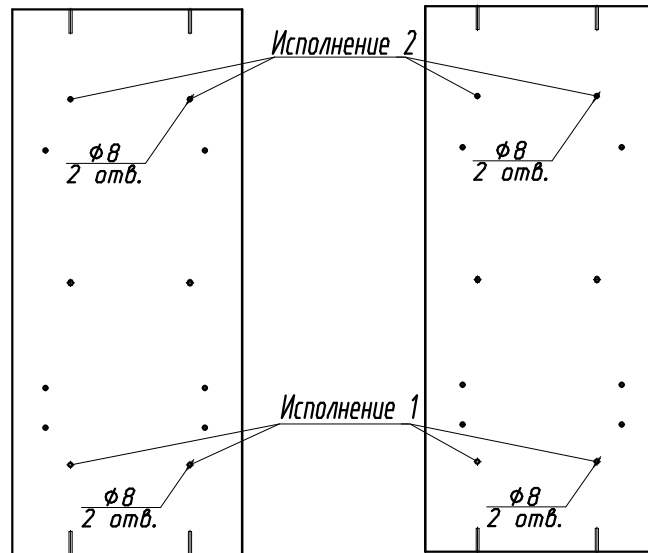

Рис.4
- №697,699(рис.4) сквозные отверстия сверлом  $\phi 8$ мм.